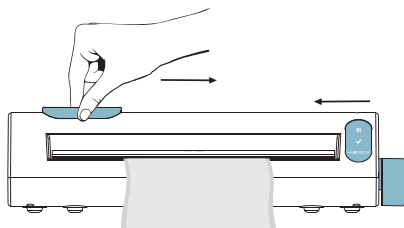

Fig. 3
- 4 Antes de levantar la palanca de sellado, corte el embalaje deslizando el soporte de las láminas de corte de una extremidad a otra y volviéndola a la posición original (Fig.3).